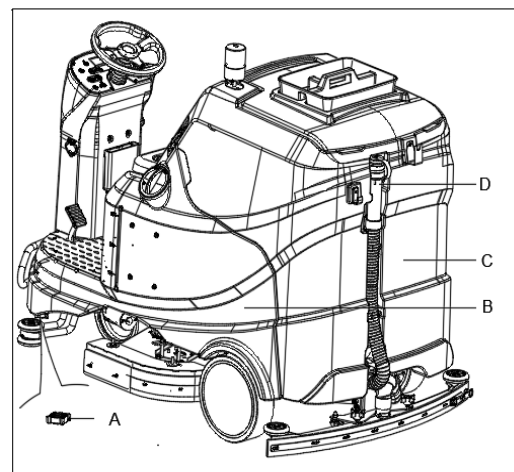

Figura 15
Când afișajul multifuncțional (47, Figura 3) indică ERROR24 și indicatorul complet al rezervorului de recuperare (48, Figura 3) este pornit. Indică faptul că rezervorul de recuperare (C, Figura 15) este plin, motorul de aspirare nu mai poate usca podeaua. Goliți rezervorul de recuperare după cum urmează:
4. Goliți rezervorul de apă recuperată cu ajutorul furtunului (D, Figura 15). Apoi, clătiți rezervorul (C, Figura 15) cu apă curată.
1. Goliți rezervorul de soluție prin capacul de evacuare (A, Figura 15). După executarea lucrării, clătiți rezervorul cu apă curată.
2. Goliți rezervoarele (B și C, Figura 15) cum s-a arătat în paragraful anterior.